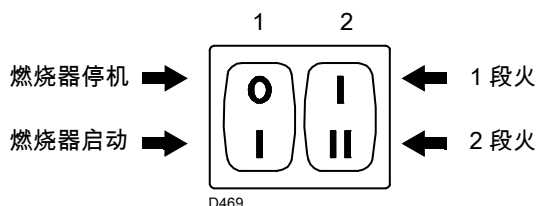

图 28
- 开关 1) (图 28) 至 “ 燃烧器 启动 (ON) ” 位置；
- 开关 2) (图 28) 至 “ 1 段火运行 ” 位置。
现在将开关 2) (图 28) 移动至 2 段火力位置：伺服马达会开启风门挡板，同时将燃气蝶阀开启至 90°。
将开关 2) 图 28 页 25 移动至“1 段火出力”位置：伺服马达 1) 会关闭风门挡板，同时将燃气蝶阀角度闭合至 15° (即工厂设定角度)。
- 如果需要增大供气量，转为 2 段火运行，可以按开关 2) 图 28 页 25 并逐渐平稳地增大橘色杠杆的角度 (例如从 40° 逐渐增大至 42°、44°.....)。